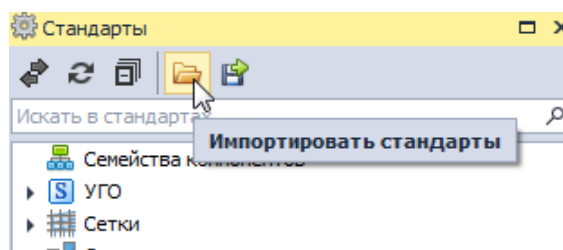

Рис. 15 Вызов мастера импорта Стандартов
1. Кликните по иконке , расположенной на панели инструментов панели «Стандарты», Рис. 15.